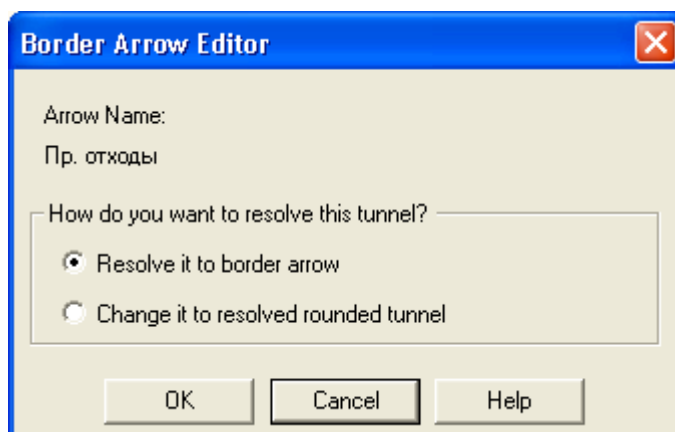

Рис. 2.7. Диалог Border Arrow Editor
5. В появившемся диалоге **Border Arrow Editor** (рис. 2.7.) щелкнуть по кнопке **Resolve it to border arrow** для миграции стрелки на диаграмму верхнего уровня или по кнопке **Change it to resolved rounded tunnel** для «тоннелирования» дуги.